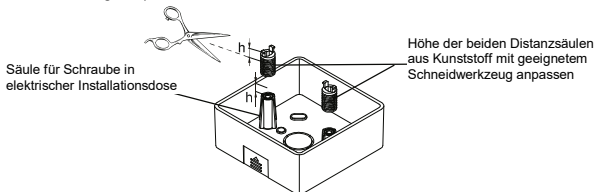

Abb. 3.4
- 2) Passen Sie die Höhe der beiden Distanzsäulen aus Kunststoff (Zubehör 2) je nach Säulenabstand der Säulen in der Installationsdose zur Wandoberfläche mit einem geeigneten Schneidwerkzeug an. Überprüfen Sie die Distanzsäulen, ob sie in einer Flucht mit der Wand stehen, wenn sie auf den Säulen in der Installationsdose angebracht sind. (Siehe Abbildung 3.4.)